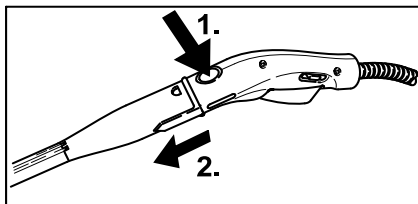

Abbildung 5
- Zum Trennen der Zubehörteile die Entriegelungstaste (C2 bzw. D2) drücken und die Teile auseinander ziehen (siehe Abbildung 5).